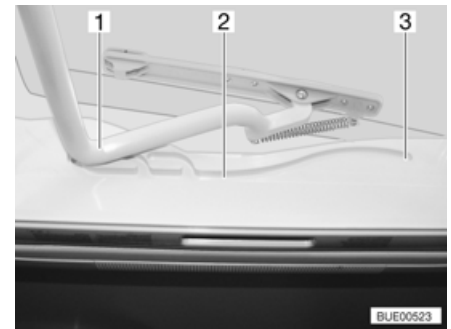

Bild 80 Heki-Dachhaube, Führung
- Den Bügel (Bild 80,1) in den Führungen (Bild 80,2) bis in die hinterste Position (Bild 80,3) ziehen.
- Den Bügel (Bild 80,1) mit beiden Händen leicht nach oben drücken.
- Den Bügel in den Führungen (Bild 80,2) bis zur gewünschten Stellung ziehen.